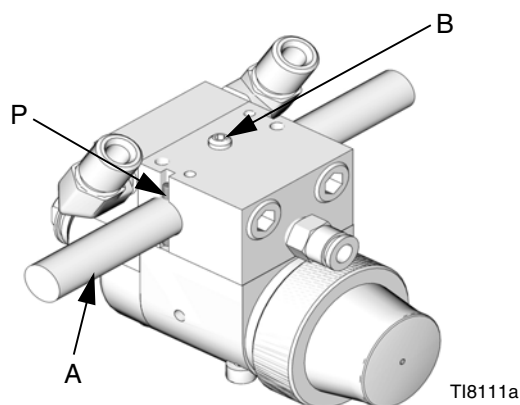

FIG. 3: Montage op zuigerarm
1. Breng de montagestang (A) aan door het gat in het verdeelstuk zoals te zien is in FIG. 3.